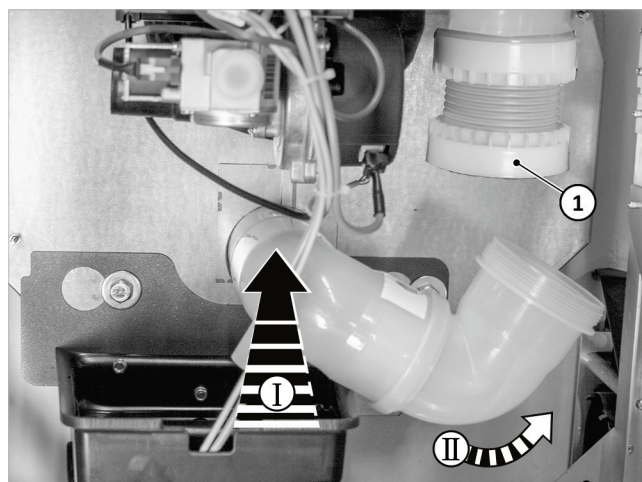

Fig. 38: montare la curva della tubazione fumi
5. Spingere il dado di sicurezza (cfr. → fig. 38(1)) verso il basso e avvitare poi alla curva della tubazione fumi.